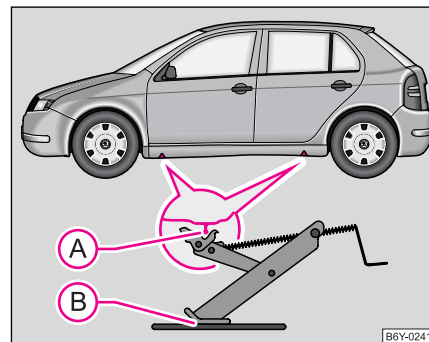

Fig. 161 Cambio de rueda: lugares de apoyo del gato
- Para apoyar el gato, elija el punto de alojamiento del larguero inferior que se encuentre más cerca de la rueda defectuosa ⇒ fig. 161.
- Colocar el gato de tal modo, que su garra abarque el alma vertical del larguero inferior (A) y la superficie de apoyo inferior del gato (B) se encuentre en toda su superficie sobre el suelo firme.